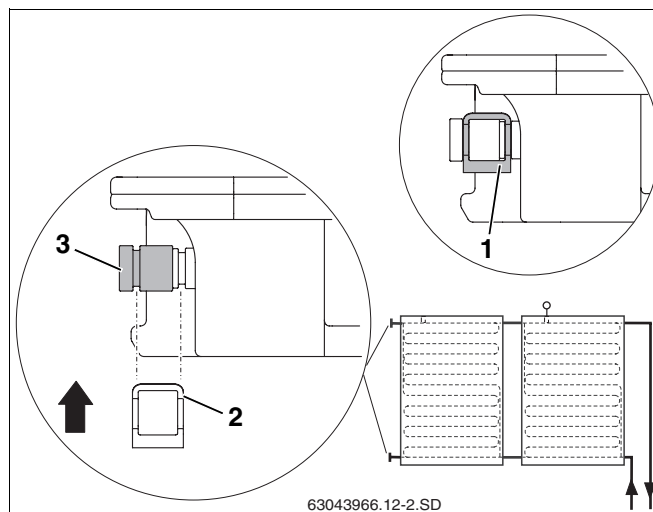

Fig. 20 Asegurar la caperuza de cierre con una abrazadera
- ▶ Deslice la caperuza de cierre con las juntas tóricas (fig. 20, **pos. 3**) sobre la conexión del colector.
- ▶ Deslice la abrazadera (fig. 20, **pos. 2**) sobre la caperuza de cierre y la conexión del colector para asegurar dicha conexión.
- ▶ Asegure cada caperuza de cierre con una abrazadera (fig. 20, **pos. 1**).